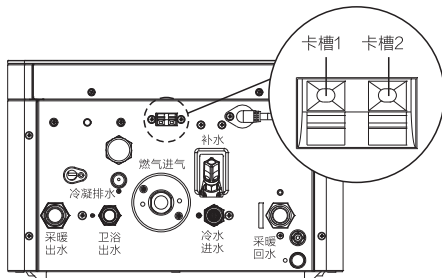

图5
- 将室内温控器的两根导线连接到室内温控器接线端口的卡槽内；（图5所示）